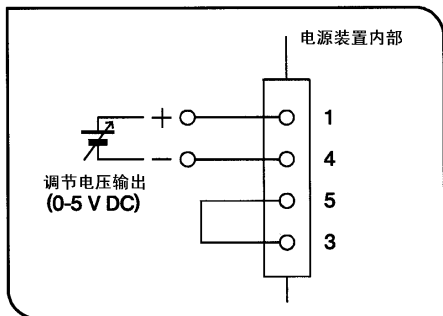

图 5
(1) 根据外接模拟电压调节光强 (图 5)
1. 如图 5 所示, 连接 DC 电源。这时, 先不要打开电源。